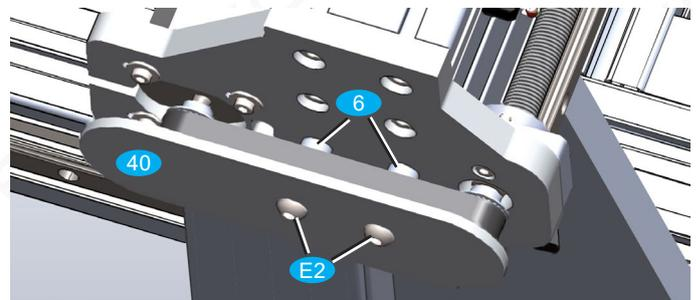

Bild 45: Montage der Abdeckung des Y-Antriebes
- Zylinderschrauben M8x65 **E2** durch die Bohrungen des Riemenschutz Y **40** stecken, Distanzhülsen **6** über die Schrauben schieben und alles wie in Bild 45 gezeigt an der Maschine verschrauben.